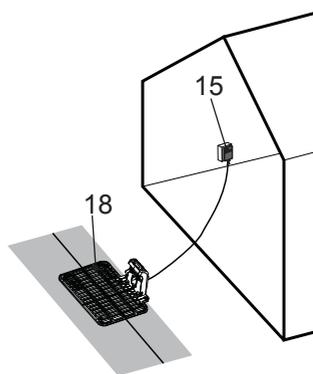

Fig. 1
- > Placez l'Bloc d'alimentation près d'une prise murale intérieure ou enfermé dans un boîtier doté d'une protection IP68 afin d'éviter la pénétration de la pluie et de l'humidité (Fig. 1). Fixez l'Bloc d'alimentation sur la perforation de montage si possible.